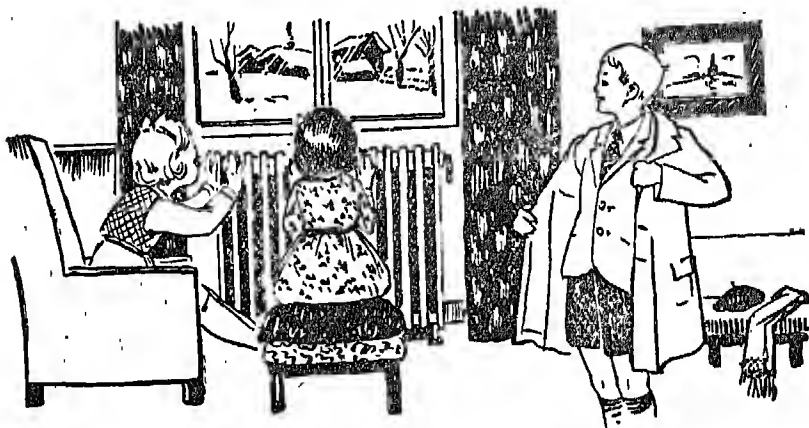

Fig. 2. — Découvrez-vous en entrant dans une pièce chauffée, l'hiver.
- b) des *vêtements complémentaires* (manteau, foulard, etc...) qu'on ne mettra qu'au moment de sortir. Il ne faut jamais les garder sur soi dans une pièce bien chauffée (fig. 2).